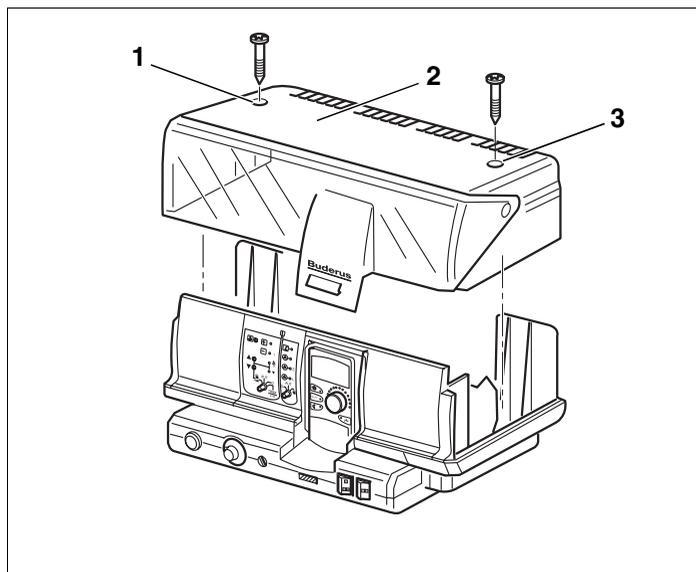

Fig. 14 Rimozione delle coperture
- Svitare le due viti sulla parte superiore dell'apparecchio (fig. 14, **pos. 1 e 3**).
- Sollevare la copertura della morsetteria (fig. 14, **pos. 2**).